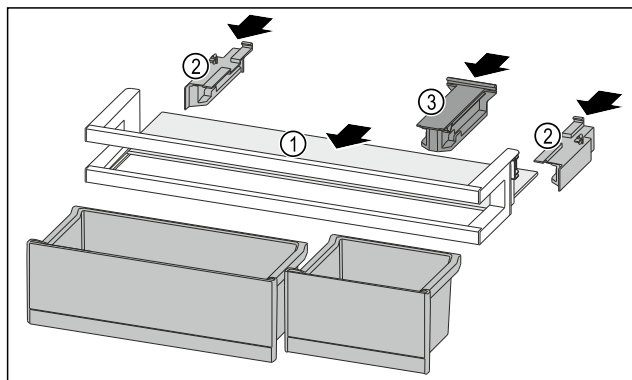

Fig. 100
- Draagplateau Fig. 100 (1) in de zijdelingse inkepingen schuiven.
- Zijdelen Fig. 100 (2) plaatsen.
- Bevestigingsdeel Fig. 100 (3) plaatsen.